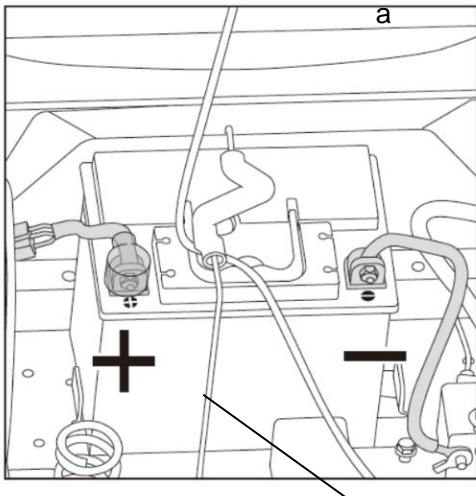

Fig.29
2. Ta ut "J"-änden (a) på batteriets säkringsstång ur ett litet hål. (Fig. 29)
3. Ta bort den andra änden av batteriets säkringsstång i det konkava spåret. (Fig. 29)